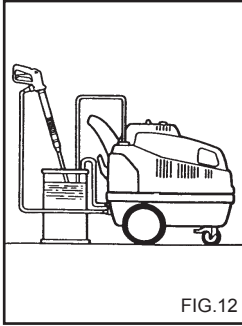

FIG.12
**OPERACIONES PARA EL USO DEL ANTIHIELO (fig. 12)**